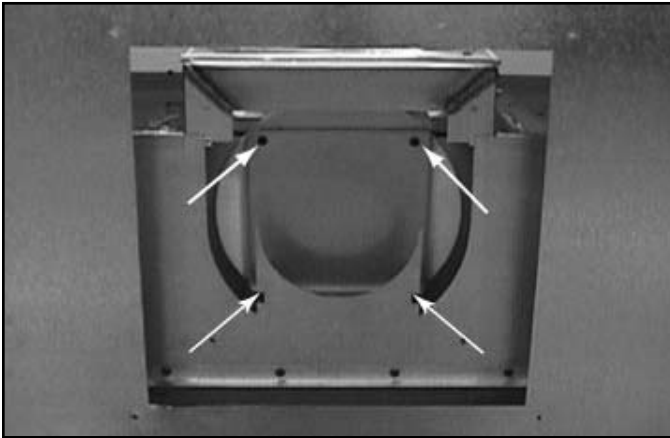

Figura 7.8 Retire la placa de cobertura interior
- Retire los cuatro tornillos que sostienen la placa de cobertura interior a la parte trasera del aparato. Vea la figura 7.8. Retire la placa de cobertura interior.